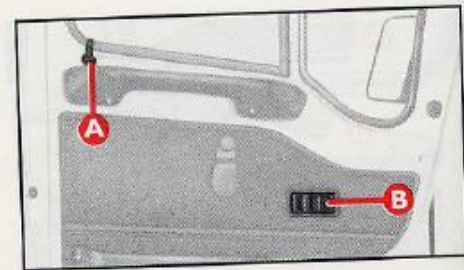

fig. 24
– por dentro, **fig. 24** baje el seguro **A** para bloquearlas y levántelo para desbloquearlas.